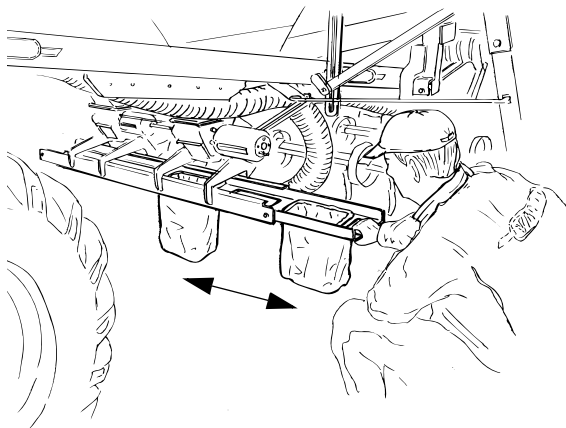
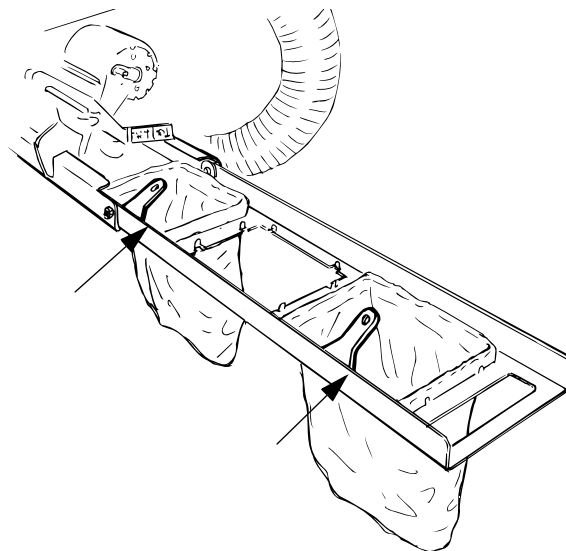

Figure 14.52
Figure 14.53
- 3 Vytáhněte sáně a umístěte kalibrační pytle do dvou vnějších otvorů, viz "Figure 14.52" a "Figure 14.53". Přesvědčte se, zda rukojeti pytlů směřují správným směrem. Zatlačte kalibrační sáně proti aretačnímu zařízení tak, aby pytle skončily pod příslušnou výsevní jednotkou (vztahuje se pouze na stroje opatřené kalibračními sáněmi).